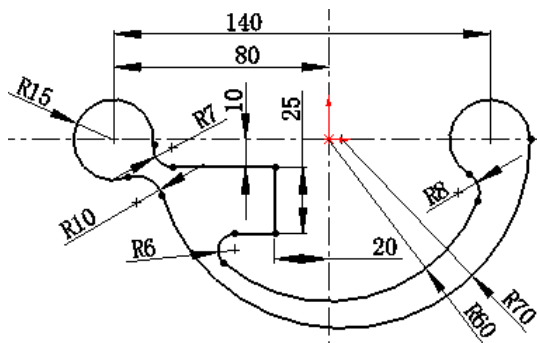

图 2.14.9 尺寸修改完成
Step2. 按照 Step1 中的操作方法，依次修改其他尺寸约束，修改完成后如图 2.14.9 所示。